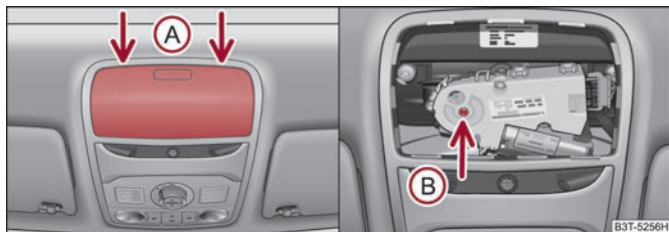

Abb. 46 Ausschnitt des Dachhimmels / Schlüsselansatzpunkt
Bei defekter Anlage können Sie das Panorama-Schiebedach von Hand schließen bzw. öffnen. Die Notbetätigung des Panorama-Schiebedachs befindet sich je nach Fahrzeugausstattung unter der Abdeckung des elektrischen Antriebs, oder unter dem Brillenablagefach ⇒ Abb. 46 - links.
- Setzen Sie einen etwa 5 mm breiten Schraubendreher vorsichtig in den Schlitz an den mit Pfeilen gekennzeichneten Stellen **A** ⇒ Abb. 46.